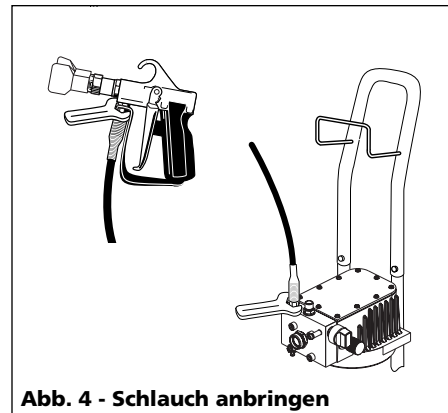

Abb. 4 - Schlauch anbringen
5. Den Hochdruckschlauch an der Pumpe und der Farbspritzpistole mit einem 11/16 Zoll Schraubenschlüssel befestigen (siehe Abb. 4). Die Saugvorrichtung jetzt noch nicht anbringen.